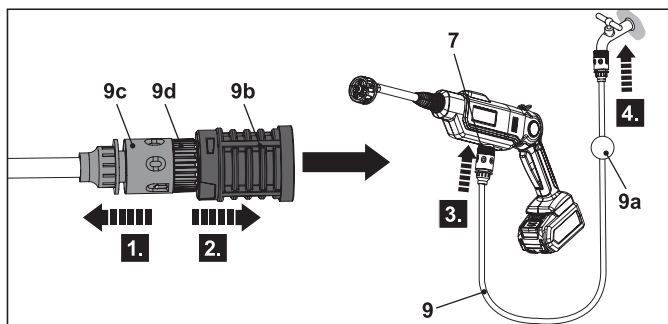

Fig. 8
1. Prima o colar (9c) (Fig. 8, passo 1) e retire o adaptador do filtro (9d) com o filtro (9b) da mangueira de água (passo 2).
2. Coloque a mangueira de água (9) no adaptador de entrada de água (7) (passo 3) e, em seguida, coloque a outra extremidade no fornecimento de água (passo 4).